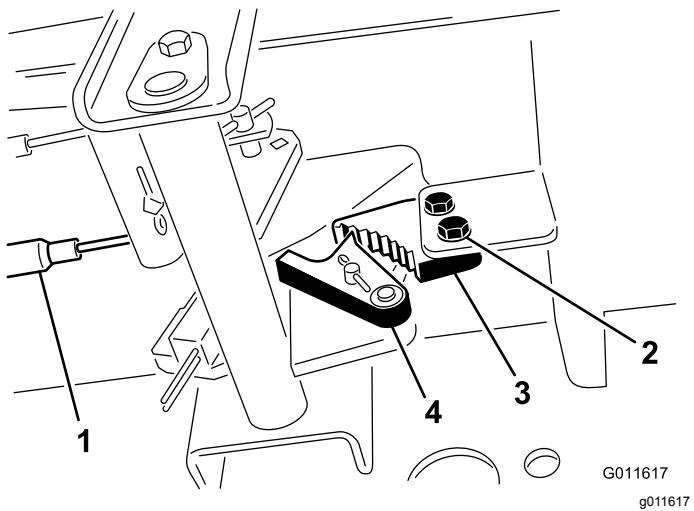

Figura 68
1. Allentate le due viti che fissano il nottolino del freno di stazionamento al telaio (Figura 68).
2. Premete in avanti il pedale del freno di stazionamento finché il fermo non s'innesta completamente nel nottolino del freno (Figura 68).